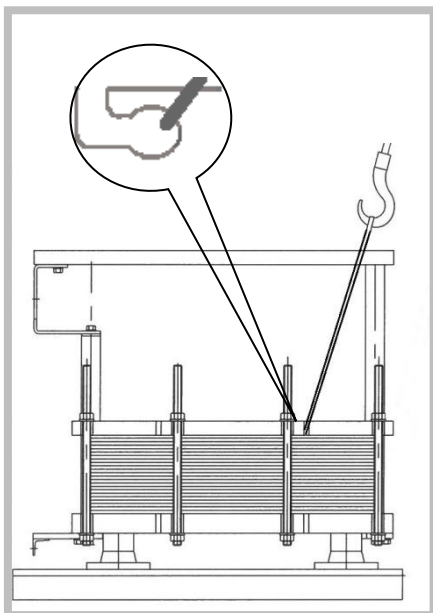

Рисунок 25
2. Закрепить на предусмотренных рым-болтах на пластинах каркаса подходящие грузозахватные приспособления (Рисунок 25). Не использовать цепные стропы. Существует опасность повреждения или соскальзывания ПТО.